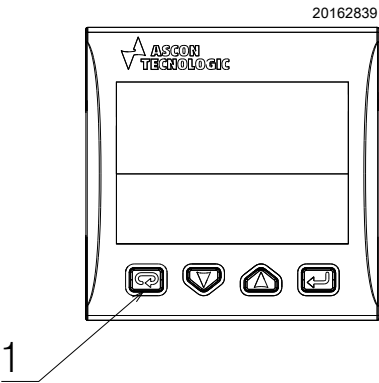

图 162
燃烧器配有温度控制装置 27）（第 12 页图 5）-（图 162），通过热电偶监测燃烧头内的温度，防止燃烧头损坏。
- 按温度控制按钮 1）（图 162），复位；